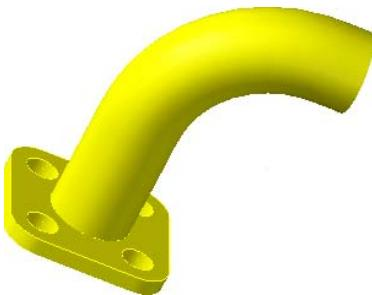
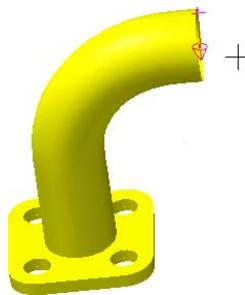

图 6-66 曲面延伸实例
图 6-67 移动箭头
① 在“文件”工具栏中单击“打开文件”按钮，打开光盘中“第06章\原始图形\6.3.1 曲面延伸.MCX-7”，如图6-66所示。
② 单击“曲面”工具栏中的“修整至曲面”按钮右边的三角下拉按钮，在弹出的下级菜单中单击“曲面延伸”按钮，系统弹出“曲面延伸”工具栏。
③ 根据系统提示“选取要延伸的曲面”，选择圆柱曲面作为延伸曲面，在选取的延伸曲面上将显示一个红色的移动箭头，如图6-67所示。